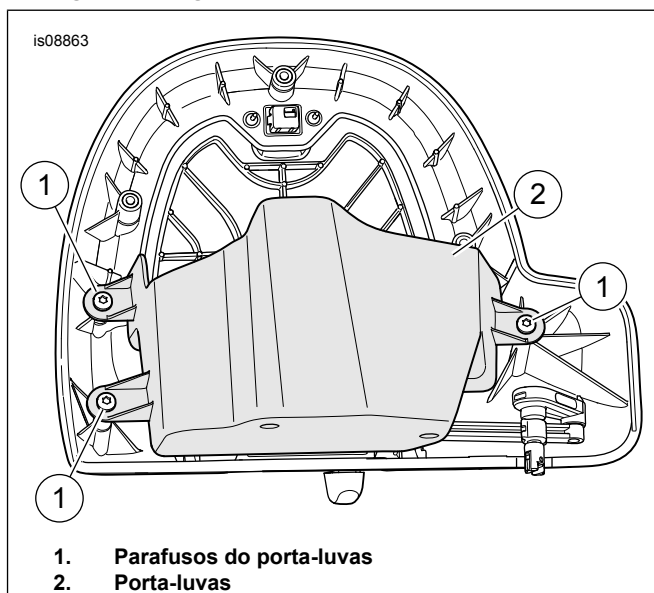

Figura 3. Parafusos do porta-luvas
3. Veja Figura 3 . Remova os três parafusos do porta-luvas. Remova o conjunto do porta-luvas (2).